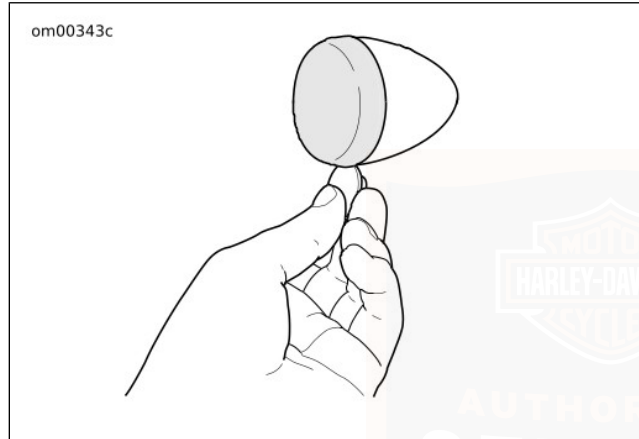

Figura 49. Rimuovere la lente
1. Vedere Figura 49. Inserire una moneta o la lama di un piccolo cacciavite nella tacca al fondo della cornice della lente. Far leva attentamente finché la cornice della lente non scatti fuori dal guscio della luce.